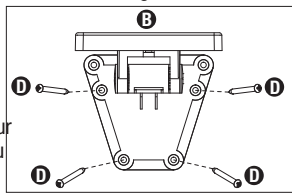

Fig. 3
4. En utilisant les vis de montage du panneau solaire (D) fournies, installez le panneau solaire (B) sur une surface solide (Fig. 3). Réglez l'angle du panneau solaire (B) jusqu'à ce qu'il dreçoive un maximum de lumière solaire directe pendant les heures du jour.